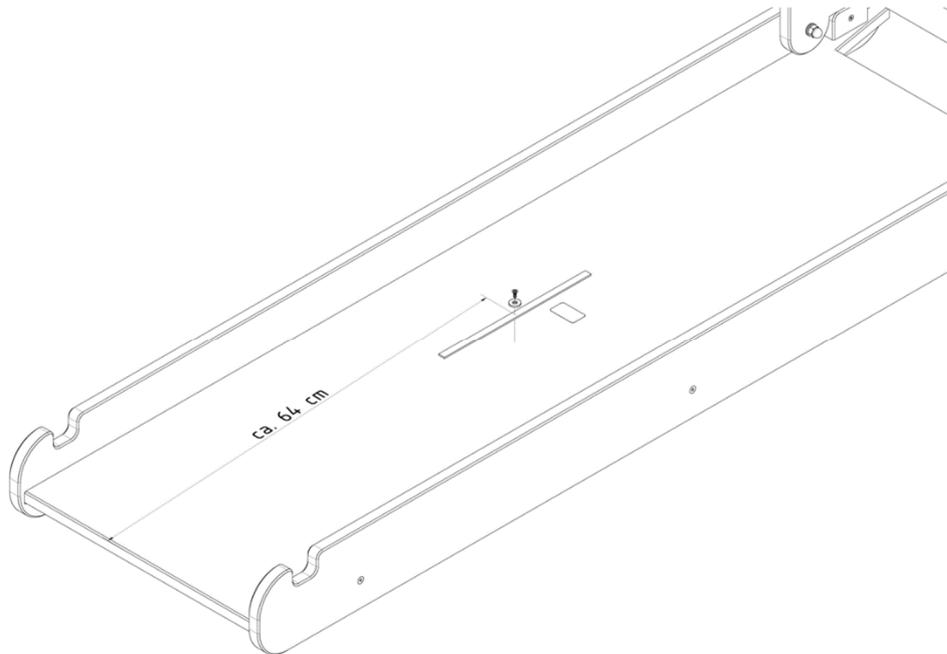

Abb. 7: Montageschritt 6 Klettverschluss anbringen
- Befestigen Sie zum Schluss den Klettverschluss (18) an der Unterseite der Rutschfläche mit der Schraube Nr. (13) und der Unterlegscheibe (15). Der Abstand vom unteren Ende der Rutsche bis zur Schraube sollte etwa 64 cm betragen (s. Abb. 7)